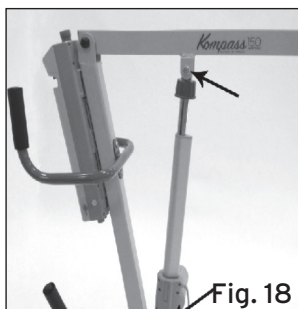

Fig. 18
4. Quite los dos tornillos puestos en el brazo del mástil para fijar el actuador. Fije el actuador al brazo y al mástil con los tornillos quitados antes. (Fig.18)